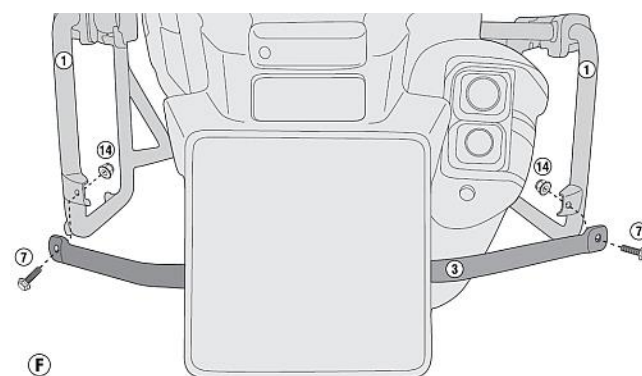

図 7
18. ⑦フランジ付き六角ボルト（2ヶ）と⑭フランジ付きナイロンロックナット（2ヶ）を使用して、①パニアホルダー（左右）に③リアブリッジを仮組みします。（図 7 参照）